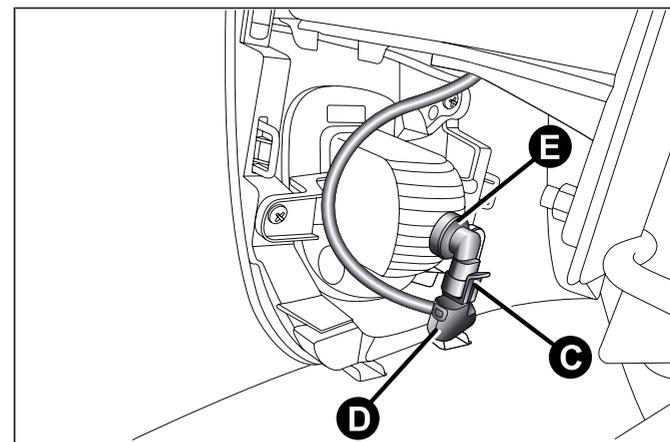

fig. 134
- agire sulla molletta C e scollegare il connettore elettrico D fig. 134;